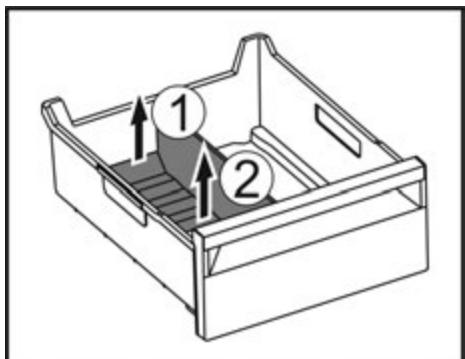

Fig. 99
- Підняти задню частину перегородки відділення для льоду. Fig. 99 (1)
► Вилучити перегородку рухом вгору. Fig. 99 (2)